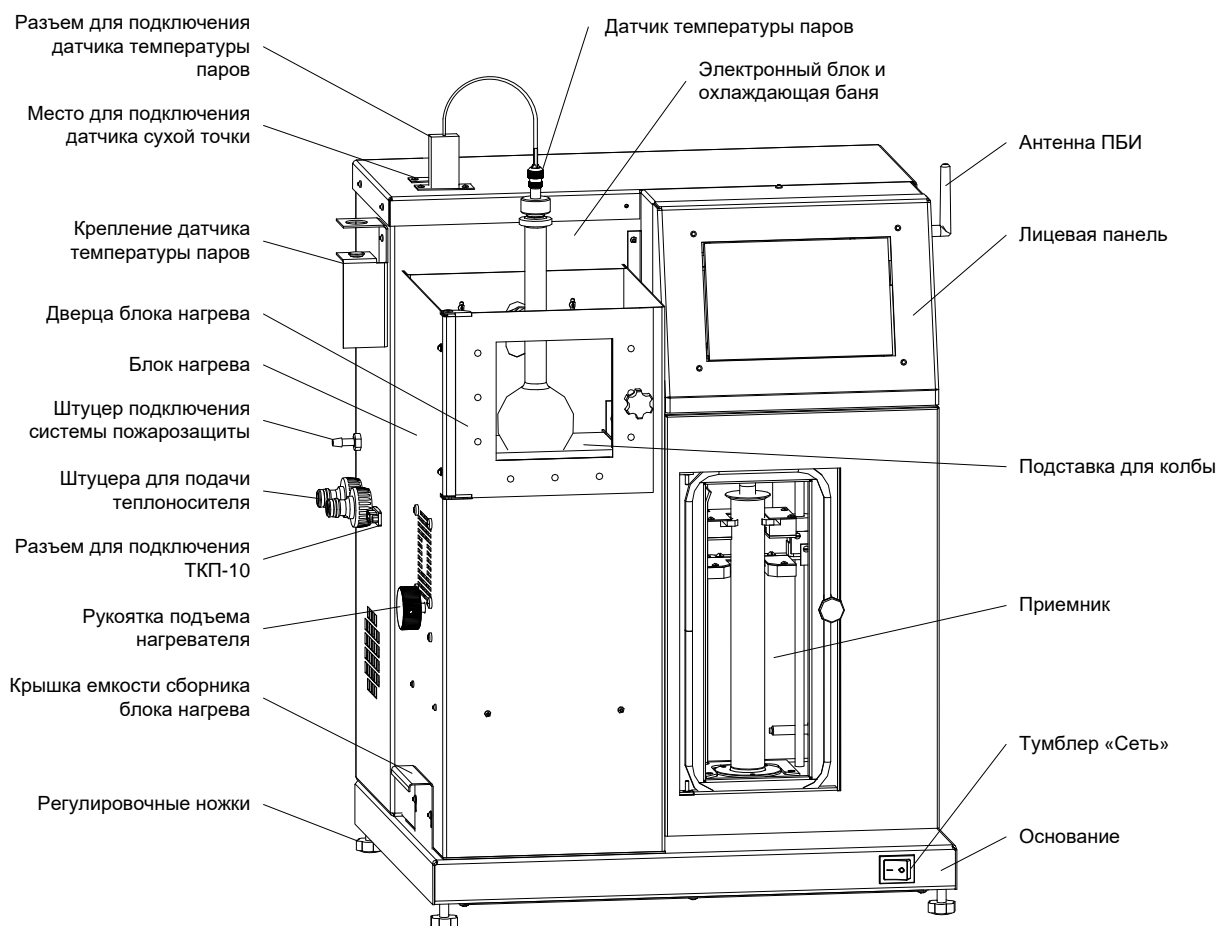

Рисунок 1 – Общий вид аппарата
Пароотводная трубка колбы вставляется в верхний конец трубки конденсатора через пробку. После установки пароотводной трубки колбы в трубку конденсатора, необходимо плавным вращением рукоятки подъёма нагревателя (см. рисунок 1), в направлении по часовой стрелке, подвести нагреватель к резервуару колбы.
Аппарат в своём составе имеет систему пожаротушения, состоящую из датчика пламени и клапана, включающего подачу инертного газа в блок нагрева. Азот или углекислый газ давлением от 4 до 6 атмосфер подаётся через штуцер подключения системы пожаротушения (см. рис. 1).
3.1.4 При использовании встроенной системы пожаротушения, подача газа должна осуществляться по соединительной трубке, подключенной к штуцеру системы пожарозащиты на боковой стенке электронного блока (см. рисунок 1). В качестве газа для системы пожаротушения допускается использовать азот (N_2) или двуокись углерода (CO_2). Давление газа на входе аппарата должно быть в диапазоне от 4 до 6 атмосфер. При подготовке аппарата к работе от газовой системы пожарозащиты убедиться в герметичности соединения газовой линии с входным газовым штуцером, используя мыльный раствор.
- 8) необходимо исключить попадание посторонних предметов, пролив жидкостей внутрь блока нагрева и на спираль нагревателя. Если это произошло, перед очисткой блока нагрева необходимо отключить питание аппарата, вынув вилку из сетевой розетки. Допускается использовать сжатый воздух для очистки нагревателя. Посторонние предметы и жидкости, прошедшие через нагреватель и упавшие (или пролитые) под него, можно извлечь, выдвинув сборник (см.рисунок 1). Для извлечения емкости сборника блока нагревателя, необходимо открутить винты крепления подставки с помощью отвёртки и извлечь ее. Установку сборника производить в обратном порядке.
- 4.4.2.1 Для поддержания температуры приемника, отличной от комнатной, необходимо закрыть дверцу приемника (см. рисунок 1).
- 4.4.2.6 Залить в мерный цилиндр 100 мл продукта до верхней риски (нижний мениск должен находиться на уровне риски). Открыть дверцу приемника в аппарате (см. рисунок 1) и установить мерный цилиндр так, чтобы нижний конец трубки конденсатора оказался внутри мерного цилиндра. Металлическое основание цилиндра должно лежать в специальном углублении. Риски (10 и 100 мл) должны быть обращены вперед.